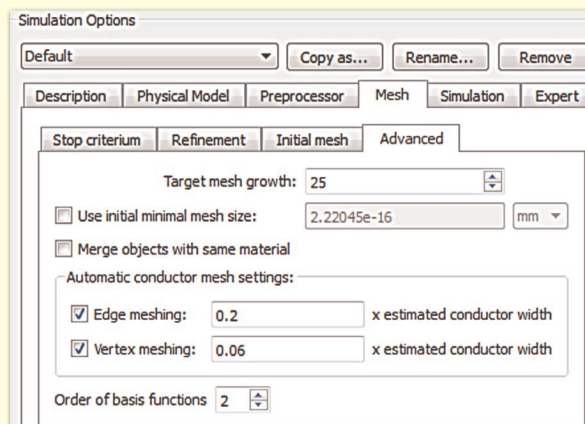

Рис. 100
- **Automatic conductor mesh settings** (Налаштування автоматичної генерації сітки для провідника): якщо в розділі Initial Mesh (Початкова сітка) була обрана опція Automatic (Автоматично), то ці налаштування будуть використовуватися для побудови більш дрібної сітки (рис. 100).